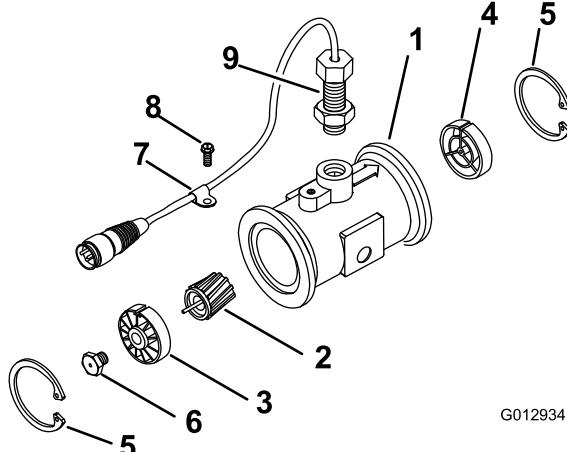

Figure 11
- Déposez la bague de retenue en amont (Figure 11).